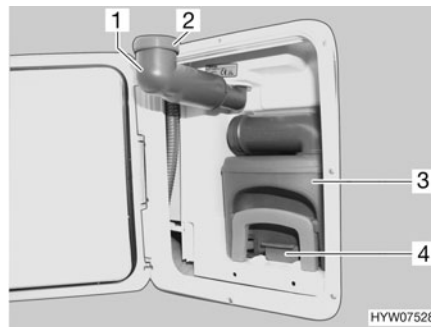

Fig. 190 Cassette Thetford
- Girar hacia fuera el tubo de llenado de agua potable (Fig. 190,1).
- Retirar la tapa roscada (Fig. 190,2).